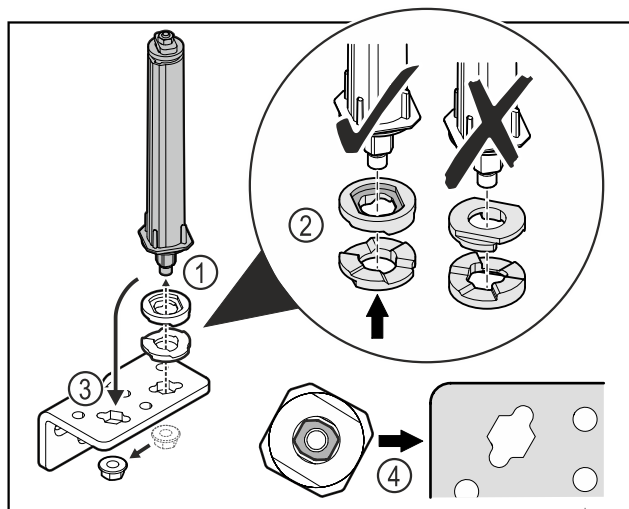

Fig. 35
- Mutter lösen und Türschließsystem entfernen Fig. 35 (1).
- Auf die korrekte Ausrichtung der Höhenverstellscheiben achten Fig. 35 (2).
- Türschließsystem im Scharnierwinkel umsetzen und mit der Mutter fixieren Fig. 35 (3).
- Beim Einsetzen auf die korrekte Ausrichtung des Türschließsystems achten Fig. 35 (4).